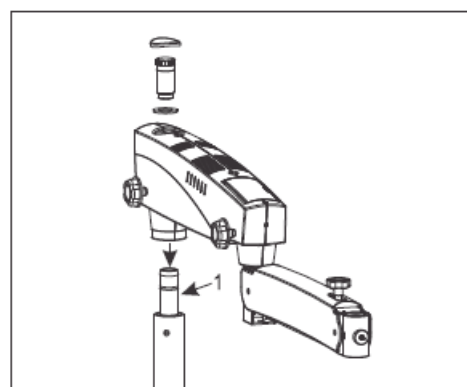

Рисунок 4
Установите поворотное плечо на вертикальном шарнире (1). Смотрите рисунок 4.